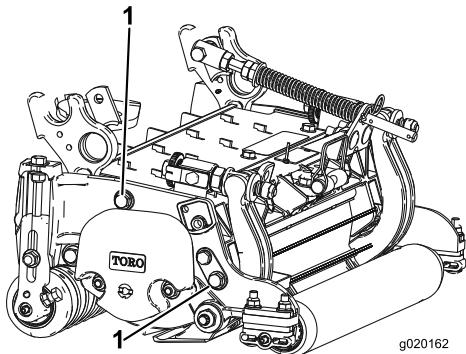

图12
**注意：**后滚筒相对滚刀的位置通过组装部件的加工公差进行控制，无需调节平行。将滚刀组放在平板上并松开侧板安装平头螺丝，可以进行轻微的调节(图12)。调节并重新拧紧平头螺丝。上紧平头螺丝扭矩至 37~45Nm。